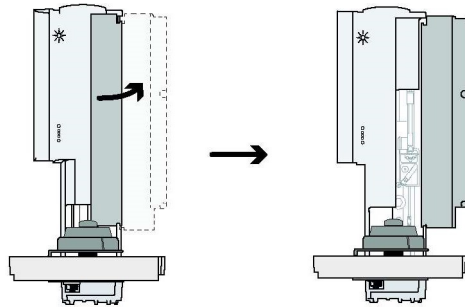

Figure 8 Open the ALS door
- 1 Open the ALS door (Figure 8).